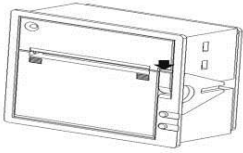
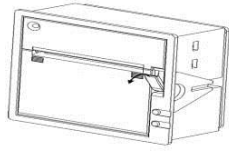

图1
图2
- 1) 如图 1 所示从箭头指示位置，轻轻扣出旋转扳手到图 2 状态；